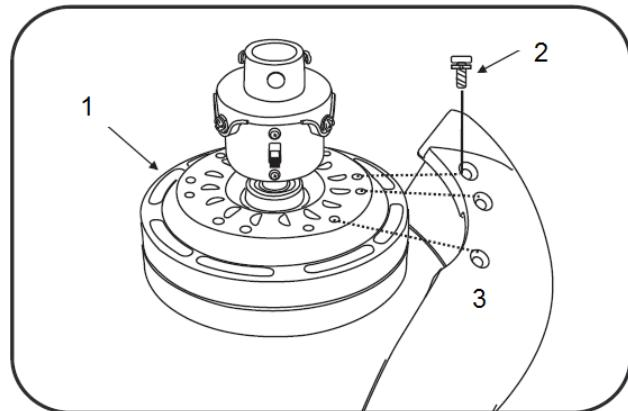

Fig. 7
- Zorg ervoor dat de 3 openingen van het blad (3) overeen komen met de ventilatormotor (1).
- Maak het bald vast met 3 bladen bouten met sluitringen (2) die voorzien zijn.
- Volg hetzelfde proces voor de 2 overblijvende bladen. (Fig.7)